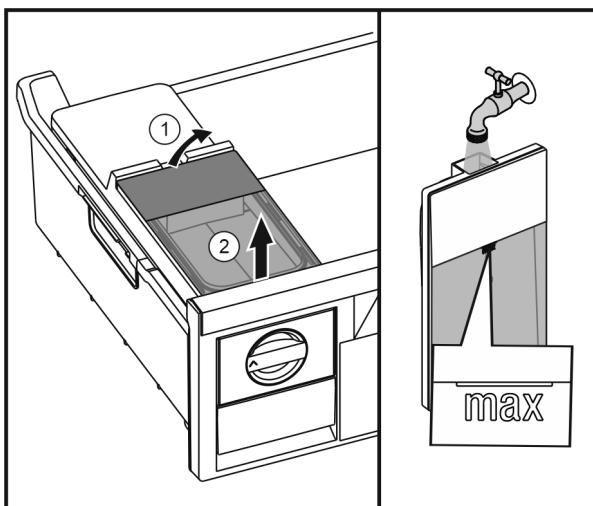

Fig. 29
- Поднять бак для воды сзади Fig. 29 (1) и извлечь движением вверх Fig. 29 (2).